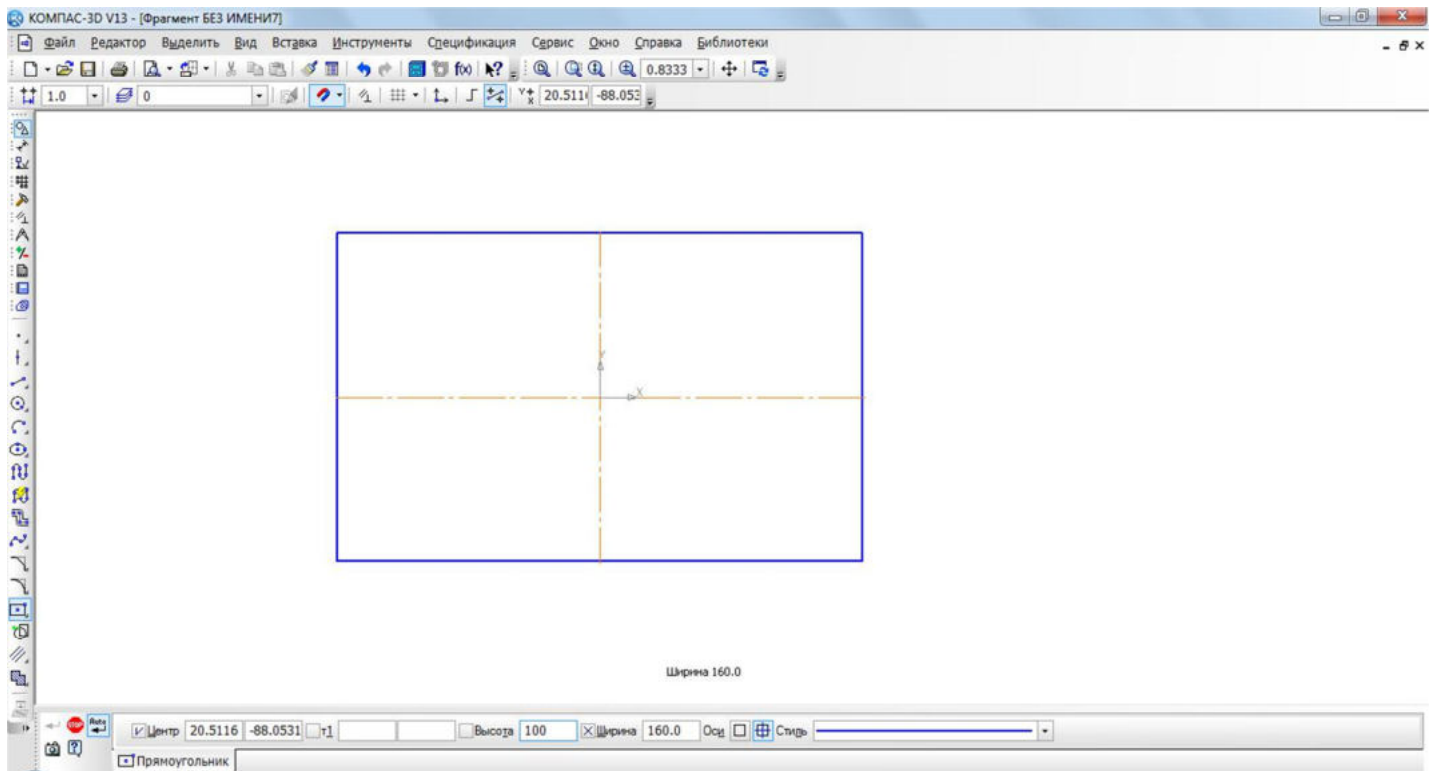

Рис. 4
10. введите параметры прямоугольника в поле **высота 100** и **ширина 160** панели **Свойств** и нажмите **<Enter>** (рис. 4);